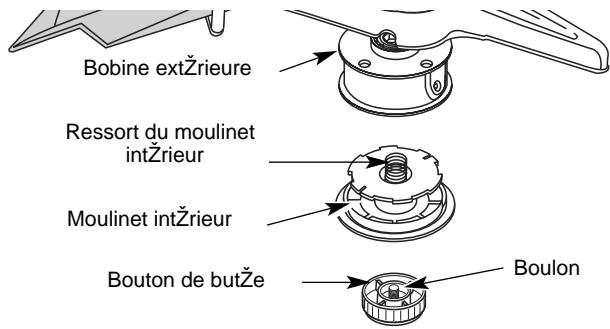

Fig. 31
1. Tenez la bobine extérieure d'une main et dévissez le bouton de butée vers à droite (Fig. 31). Inspectez le boulon à l'intérieur du bouton de butée pour vous assurer qu'il se déplace librement. Remplacez le bouton de butée s'il est endommagé.
2. Retirez le moulinet intérieur de la bobine extérieure (Fig. 31).
3. Retirez le ressort du moulinet (Fig. 31).
1. Tenez la bobine extérieure d'une main et dévissez le bouton de butée vers la droite (Fig. 31). Inspectez le boulon à l'intérieur du bouton de butée pour vous assurer qu'il se déplace librement. Remplacez le bouton de butée s'il est endommagé.
2. Retirez l'ancien moulinet intérieur de la bobine extérieure (Fig. 31).
3. Retirez le ressort de l'ancien moulinet intérieur (Fig. 31).